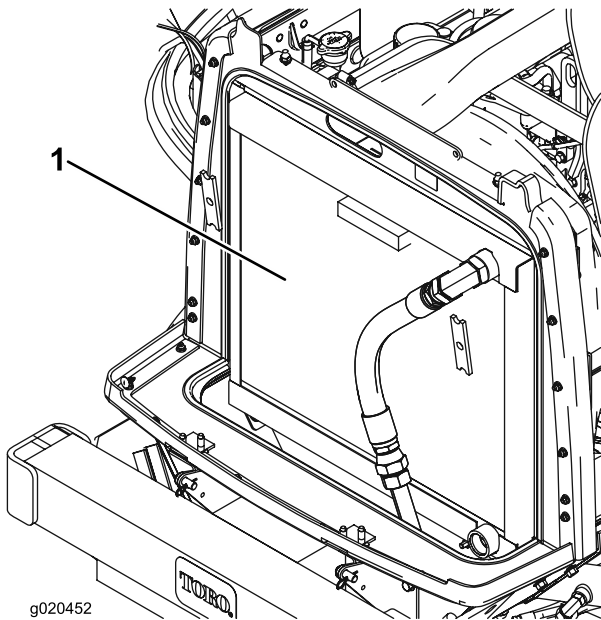

Figura 66
3. Pulite accuratamente entrambi i lati dell'area del refrigeratore dell'olio e del radiatore utilizzando aria compressa (Figura 66).